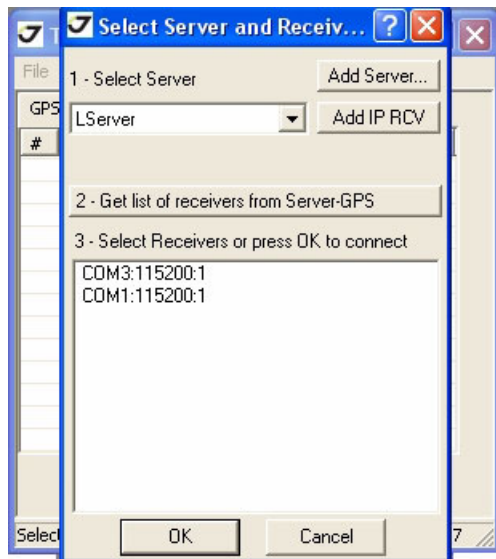

Рисунок 5-10. Параметры соединения
2. Запустите TriVU. Выберите порт (COM) и нажмите Ok (Рисунок 5-10).